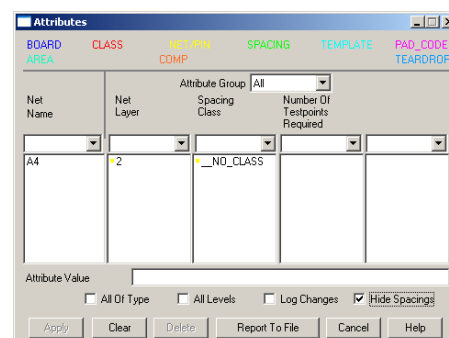

Рис. 7. Задание приоритетного слоя для конкретной цепи.
10. В ставшем активном поле Attribute Value введем номер слоя 2 (Component), нажмем кнопку Apply (рис. 7).
16. Изменим значение номер слоя на 7 (Inner 1) и нажмем кнопку Apply (рис. 7).